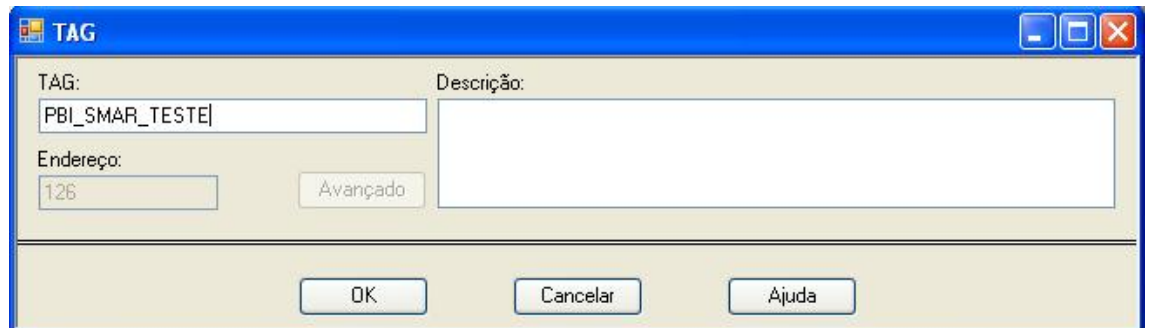

Figura 2.7 - Configuración del AssetView STANDALONE
5) Al seleccionar la opción “PBI-PLUS” y confirmar “OK”, se verá una pantalla donde se elegirá una tarjeta TAG para elegir la PBI-PLUS. Vea la Figura 2.7.